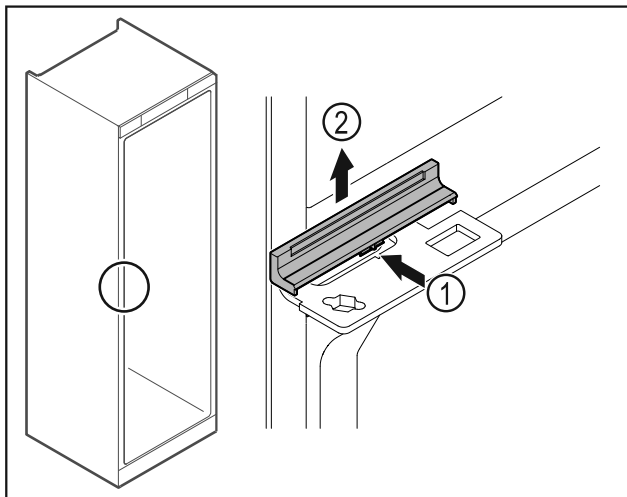

Fig. 48
- ▶ Натиснете леко навътре капака Fig. 48 (1) в средата и го свалете нагоре Fig. 48 (2).